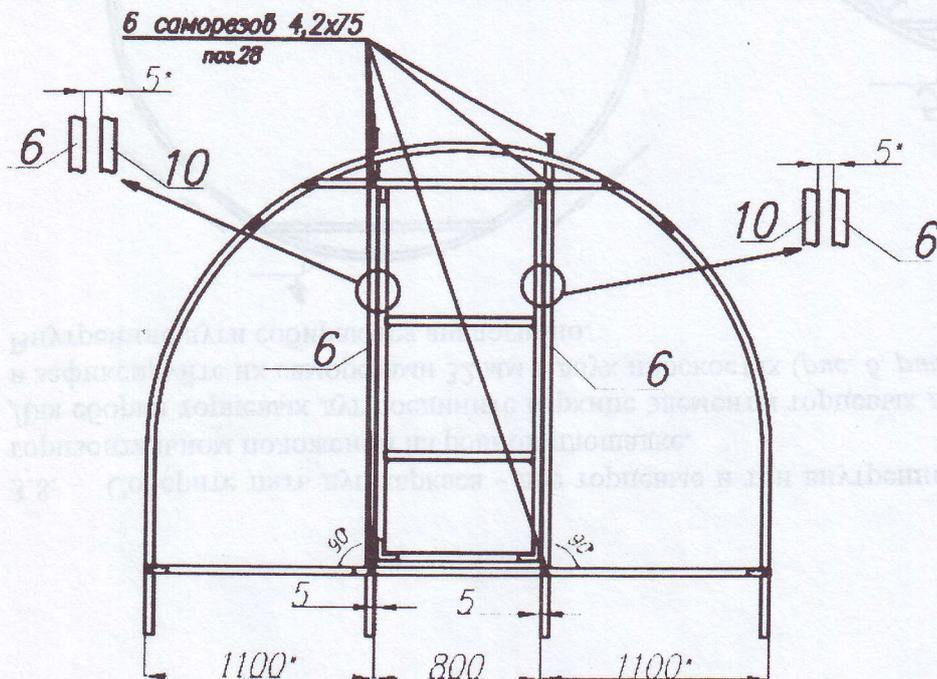

Рис.10
3.12. Положите под стяжки торцевых дуг стойки дверных проемов 6, проверьте соответствие расположения стоек рис.10. Вложите внутрь дверного проема собранный каркас двери таким образом, чтобы зазоры между стойками двери 10 и стойками 6 составляли примерно 5мм. При необходимости сместите стойки 6 в нужном направлении. Зафиксируйте стойки саморезами.